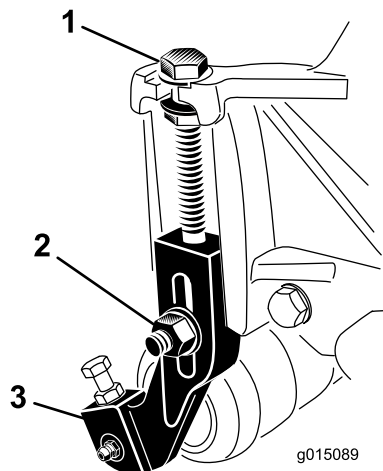

Figure 19
- 1. Desserrez les contre-écrous qui fixent les bras de hauteur de coupe aux plaques latérales du plateau de coupe (Figure 19).